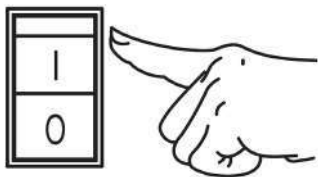

Рис. 14 Выключатель зажигания GG5000
- Вставьте ключ в замок зажигания на панели управления и переведите ключ в положение «ВКЛ.» (Включено) (Рис. 13). Для модели GG5000: переведите выключатель зажигания в положение «I» (Включено) (Рис. 14).